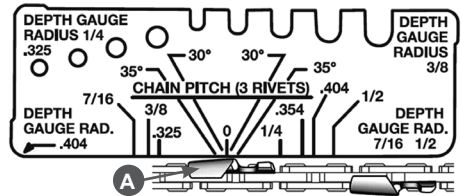

Рис. 25 Использование шаблона
7. Определение угла заточки по горизонтали (Рис. 25 п. А). Для примера на Рис. 25 показана пильная цепь с углом заточки по горизонтали 35°. Также с помощью данного шаблона можно контролировать угол заточки по горизонтали при заточке зубьев пильной цепи ручным напильником без специальной оправки (например, при валке деревьев в лесу при отсутствии электричества).